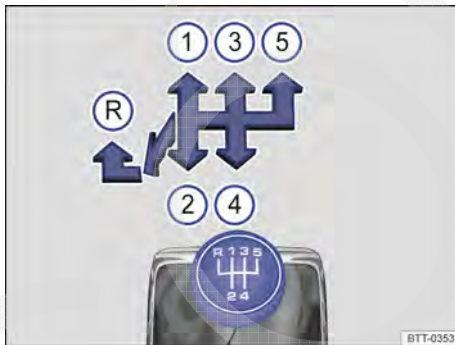
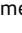

Fig. 116 Esquema de troca de marchas da transmissão manual de 5 marchas.
Fig. 117 Esquema de troca de marchas da transmissão manual de 6 marchas.
As posições de cada marcha estão representadas na alavanca da transmissão → Fig. 116 ou → Fig. 117.
- Empurrar a alavanca da transmissão totalmente para a esquerda e depois para frente até a posição da marcha a ré → Fig. 116  ou → Fig. 117 .